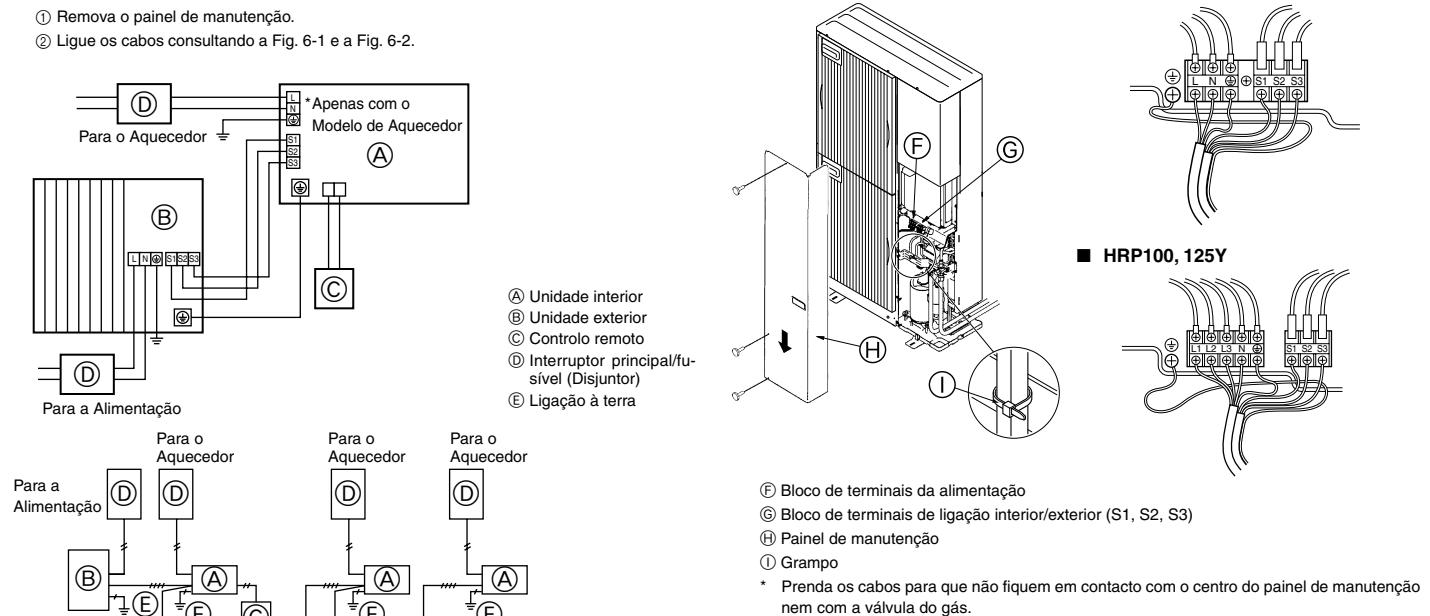

Fig. 6-1
6.1. Unidade exterior (Fig. 6-1, Fig. 6-2)